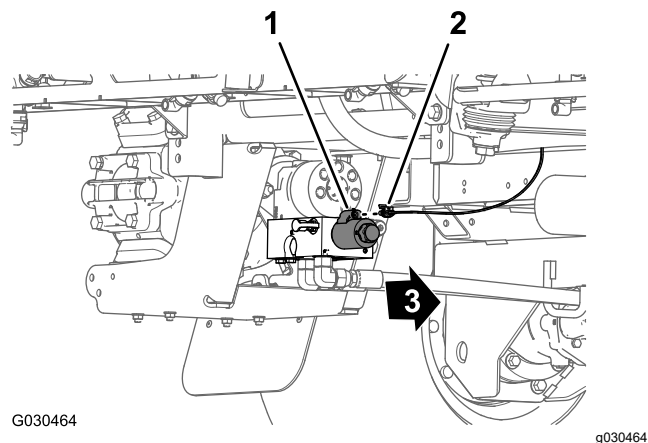

Figura 27
6. En la parte trasera de la máquina, por dentro de la bomba de fumigación, desconecte el conector hembra de 2 vías del arnés principal trasero del conector de 2 pines del relé de la bomba (Figura 27).